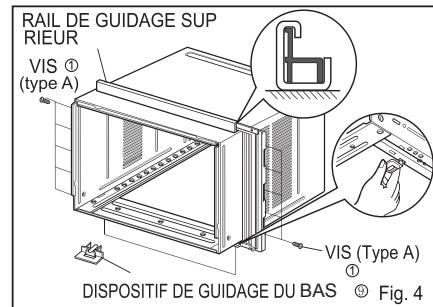

Fig. 4
4. Insérer les guides du bas dans la base du coffrage, la partie frontale du bas devant être face à la partie frontale de celui-ci (Fig 4)
5. Insérez les volets d'étanchéité dans le rail de guidage supérieur et dans les dispositifs de guidage du cadre. (Fig 4)
6. Fixez les volets d'étanchéité à l'appareil à l'aide de quatre vis de type A . (Fig 4)